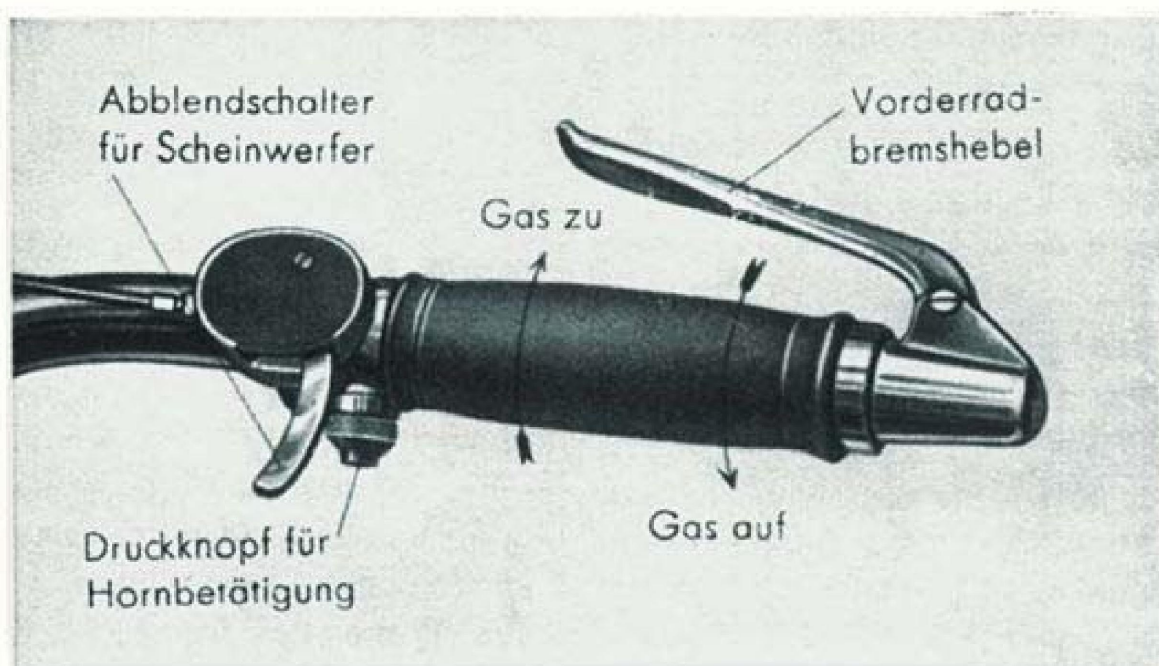

Abb. 5 Rechtes Lenkerende (Gasdrehgriff)
a) Gasdrehgriff: Der Drehgriff, der durch Bowdenkabel den bzw. die Gasschieber der beiden Vergaser betätigt, öffnet durch Linksdrehung, also nach rückwärts und schließt durch Rechtsdrehung nach vorwärts. (Abb. 5.)